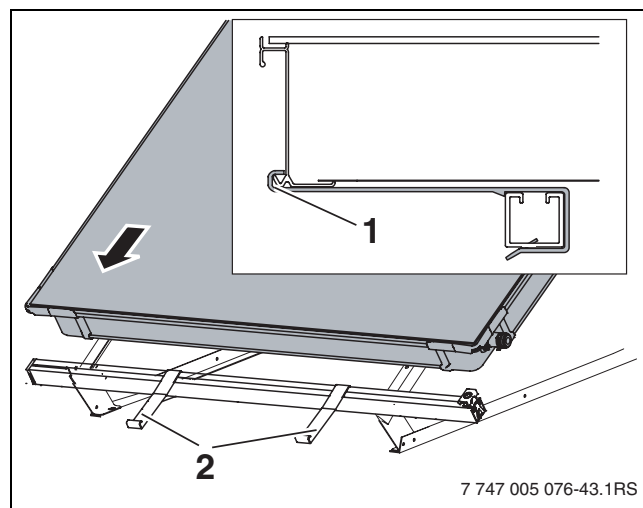

Fig. 62 Poser le premier capteur sur les rails profilés
- Poser le premier capteur sur les rails profilés et laisser glisser dans les dispositifs anti-glissement (fig. 62, [2]).
Le bord inférieur du capteur (fig. 62, [1]) doit se trouver dans l'orifice du dispositif anti-glissement.